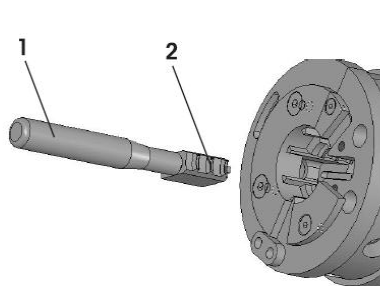

Figure 4
- Aimantez le mors (Rep.2 Fig.4) sur l'embout de l'extracteur magnétique (Rep.1 Fig.4)